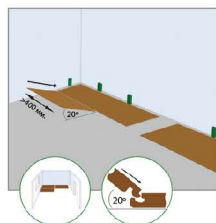

Рисунок 9
10. После формирования первого ряда приступаем ко второму ряду. Обратите внимание: профессиональные укладчики всегда монтируют ламинат в половину доски, то есть вид сверху должен напоминать кирпичную кладку стены в полкирпича. Тем не менее, в инструкциях допускается монтаж со смещением досок относительно друг друга минимум в 40 см (см. рис. 9). Укладка в «полдоски» позволяет равномерно распределить давление между панелями при расширении и сужении ламината. Панель второго ряда подносится к другой панели под углом, вставляется в замок и защелкивается, при этом она должна составлять половину доски. Обратите внимание: пока ламинат не защелкивается на торцах, а только «примеряется».